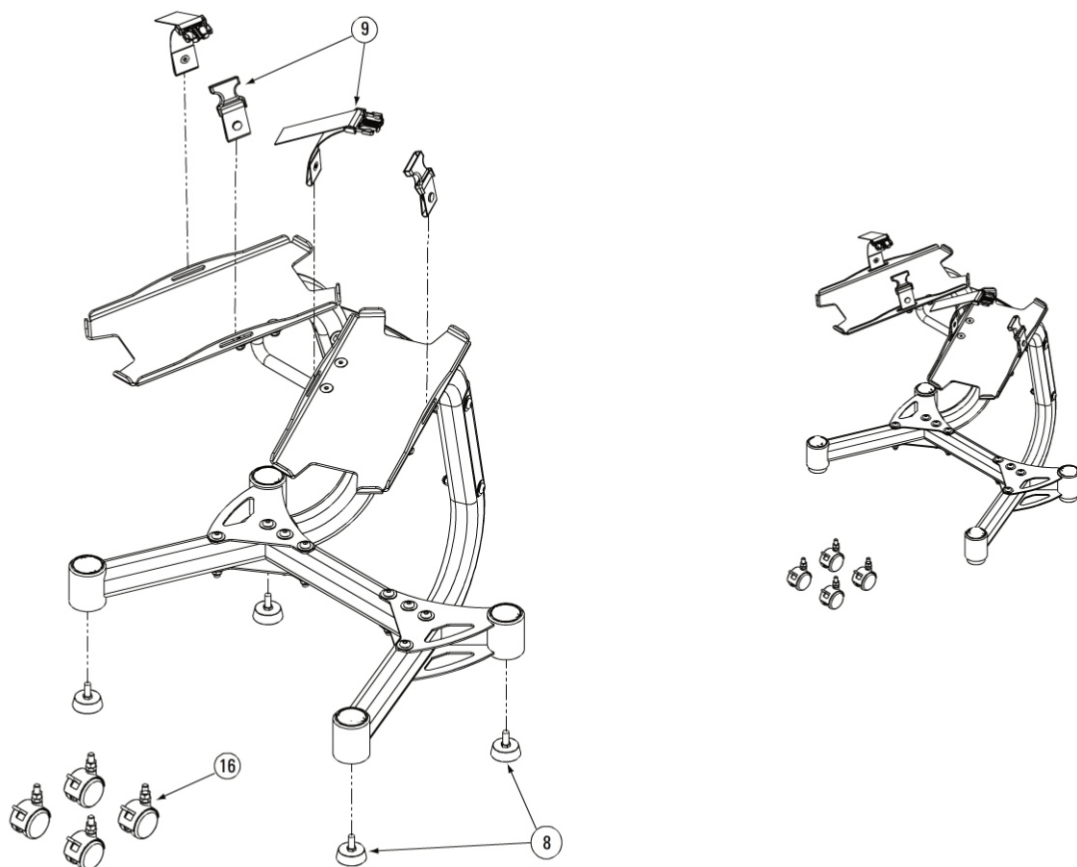

Рисунок 8
- 8-1** Прикрепите Подкладки под ножки (№8) или Ролики (№16) к Заднему левому стабилизатору (№2), Заднему правому стабилизатору (№3) и обоим Ножкам (№4). См. **Рисунок 8**.